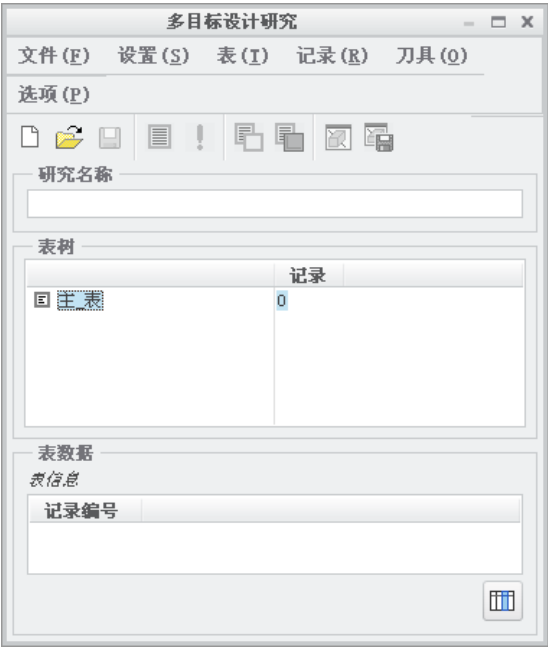

图 11.5.3 “多目标设计研究”对话框
- (1) 将工作目录设置至 D:\Creo1.2\work\ch11\ch11.05。
- (2) 打开文件 bme_crank_feas.prt
Step2. 在 分析 功能选项卡的 设计研究 区域中选择  多目标设计研究 命令。系统弹出图 11.5.3 所示的“多目标设计研究”对话框。
Step3. 在图 11.5.3 所示的“多目标设计研究”对话框中，进行如下操作：